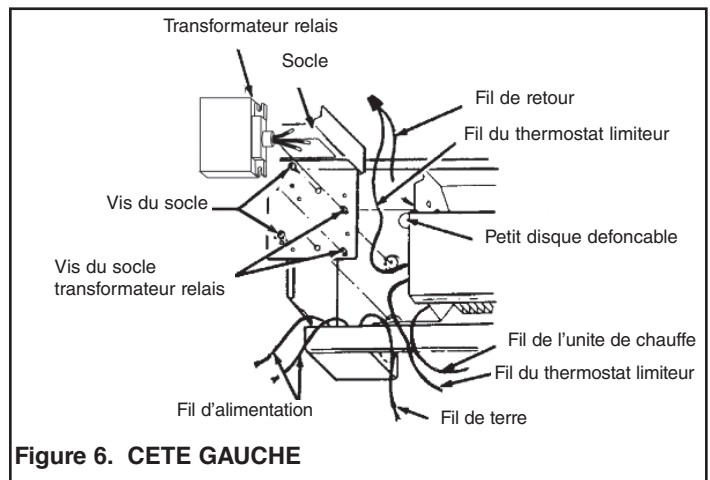

Figure 6. CETE GAUCHE
- Enlevez le couvercle de la boîte de connexions où se trouvent les conducteurs d'alimentation. Défoncez le petit disque défonçable de la paroi arrière et marquez-en l'emplacement sur le mur (voir les figures 6 et 7). Passez les fils du thermostat par ce trou.
- Posez les vis de montage du transformateur-relais sans les serrer. Fixez le socle selon la figure 6 ou 7.